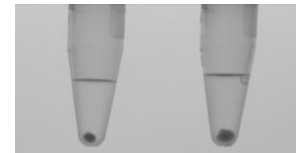

Abb.1: empfohlene Pelletgrößen
- 50 – 200 µl von einer flüssigen Probe, die Partikel enthält, um nach der Zentrifugation ein Pellet von maximal 2 mm zu erhalten (vgl. Abb. 1)
- Die Größe des Pellets kontrollieren, es enthält die Bakterienzellen aus der Probe. Das Pellet darf eine Größe von ca. 2 mm Durchmesser nicht überschreiten (siehe Abb. 1). Falls nötig, einen Teil vom Pellet mit dem Überstand verwerfen